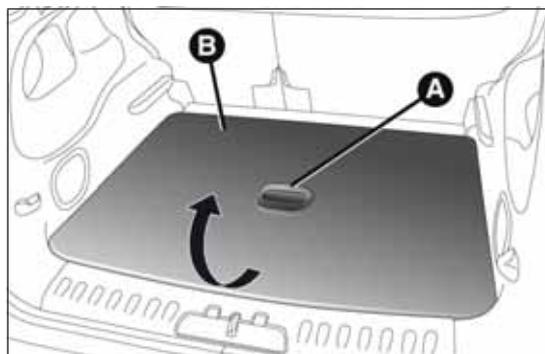
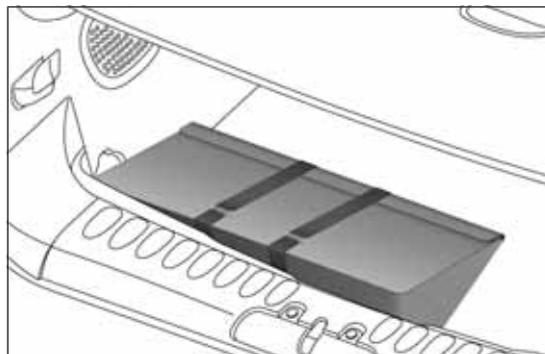

fig. 25
fig. 26
- ❑ *Versiones 5 plazas:* abrir el maletero y con la manilla A fig. 25 levantar la superficie B del "Cargo Magic Space" sujetándola con una mano. A continuación, coger la bolsa de herramientas fig. 26. Para mover la superficie de carga del "Cargo Magic Space" es necesario colocarse en posición central respecto al maletero.